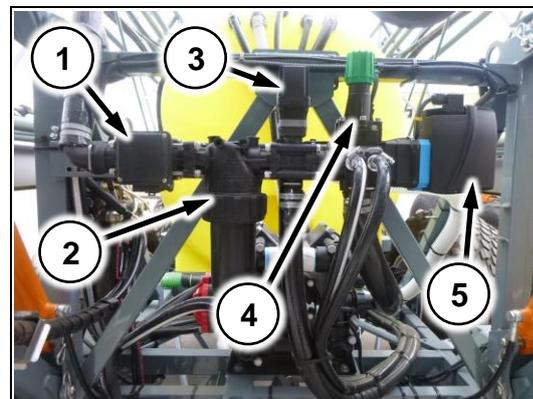

Рис. 74
(Рис. 74/1) – расходомер
(Рис. 74/2) – корпус фильтра тонкой очистки
(Рис. 74/3) – регулирующий клапан
(Рис. 74/4) – предохранительный клапан
(Рис. 74/5) – главный клапан
1. М – главный клапан (Рис. 74/5)
2. R – регулирующий клапан (Рис. 74/3)
3. F – расходомер (Рис. 74/1)